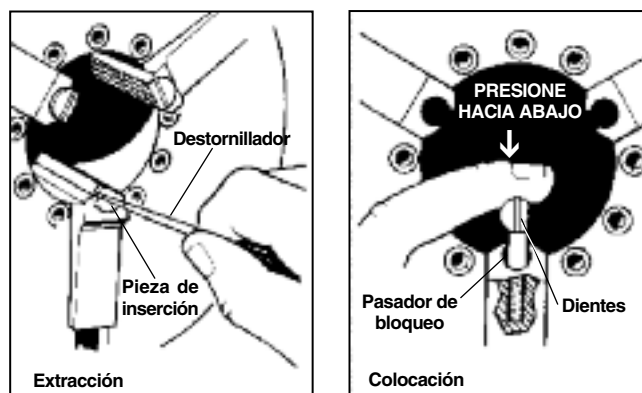

Figura 31 – Cambio de las piezas de inserción de la mordaza
1. Coloque un destornillador en la ranura de la pieza y gire 90 grados a izquierda o a derecha. Quite la pieza de inserción (Figura 31).
2. Coloque la pieza de inserción de lado sobre el pasador de bloqueo y presione hacia abajo a fondo (Figura 31).